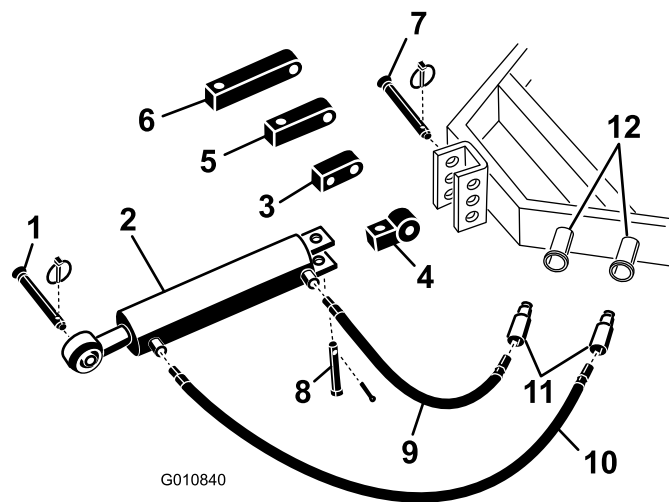

Figura 5
1. Sujete el extremo del brazo hidráulico superior que lleva el soporte de conexión a la unidad de tracción con los pernos suministrados con la unidad de tracción (Figura 5).
**Nota:** Si es necesario colocar el cilindro hidráulico con los orificios hacia arriba, utilice la barra de giro en lugar de la barra de montaje de serie para posicionar correctamente el cilindro (Figura 5). Puede utilizar un acoplamiento hidráulico de 90° en lugar de una barra de giro (no se incluyen acoplamientos de 90°).
- A. Retire el pasador y la chaveta que sujetan el acoplamiento de serie al cilindro (Figura 5). Retire el acoplamiento del cilindro.
- B. Instale la barra de giro en el cilindro con los pasadores que retiró anteriormente (Figura 5).
2. Conecte la manguera hidráulica larga de 106 cm en el conector hidráulico del brazo superior que está más próximo al aireador (Figura 5). Aplique cinta sellante en las roscas de la tubería o compuesto en las roscas de la manguera para evitar fugas.
3. Conecte la manguera hidráulica corta de 76 cm en el conector hidráulico del brazo superior que está más próximo a la unidad de tracción (Figura 5). Aplique cinta sellante en las roscas de la tubería o compuesto en las roscas de la manguera para evitar fugas.
Si el cilindro hidráulico no llega al soporte de montaje del aireador, utilice una barra de extensión en lugar del bloque de montaje de serie para conectar el cilindro a la unidad de tracción (Figura 5).
- B. Instale la barra de extensión de la longitud necesaria en el cilindro con los pasadores que retiró anteriormente (Figura 5).